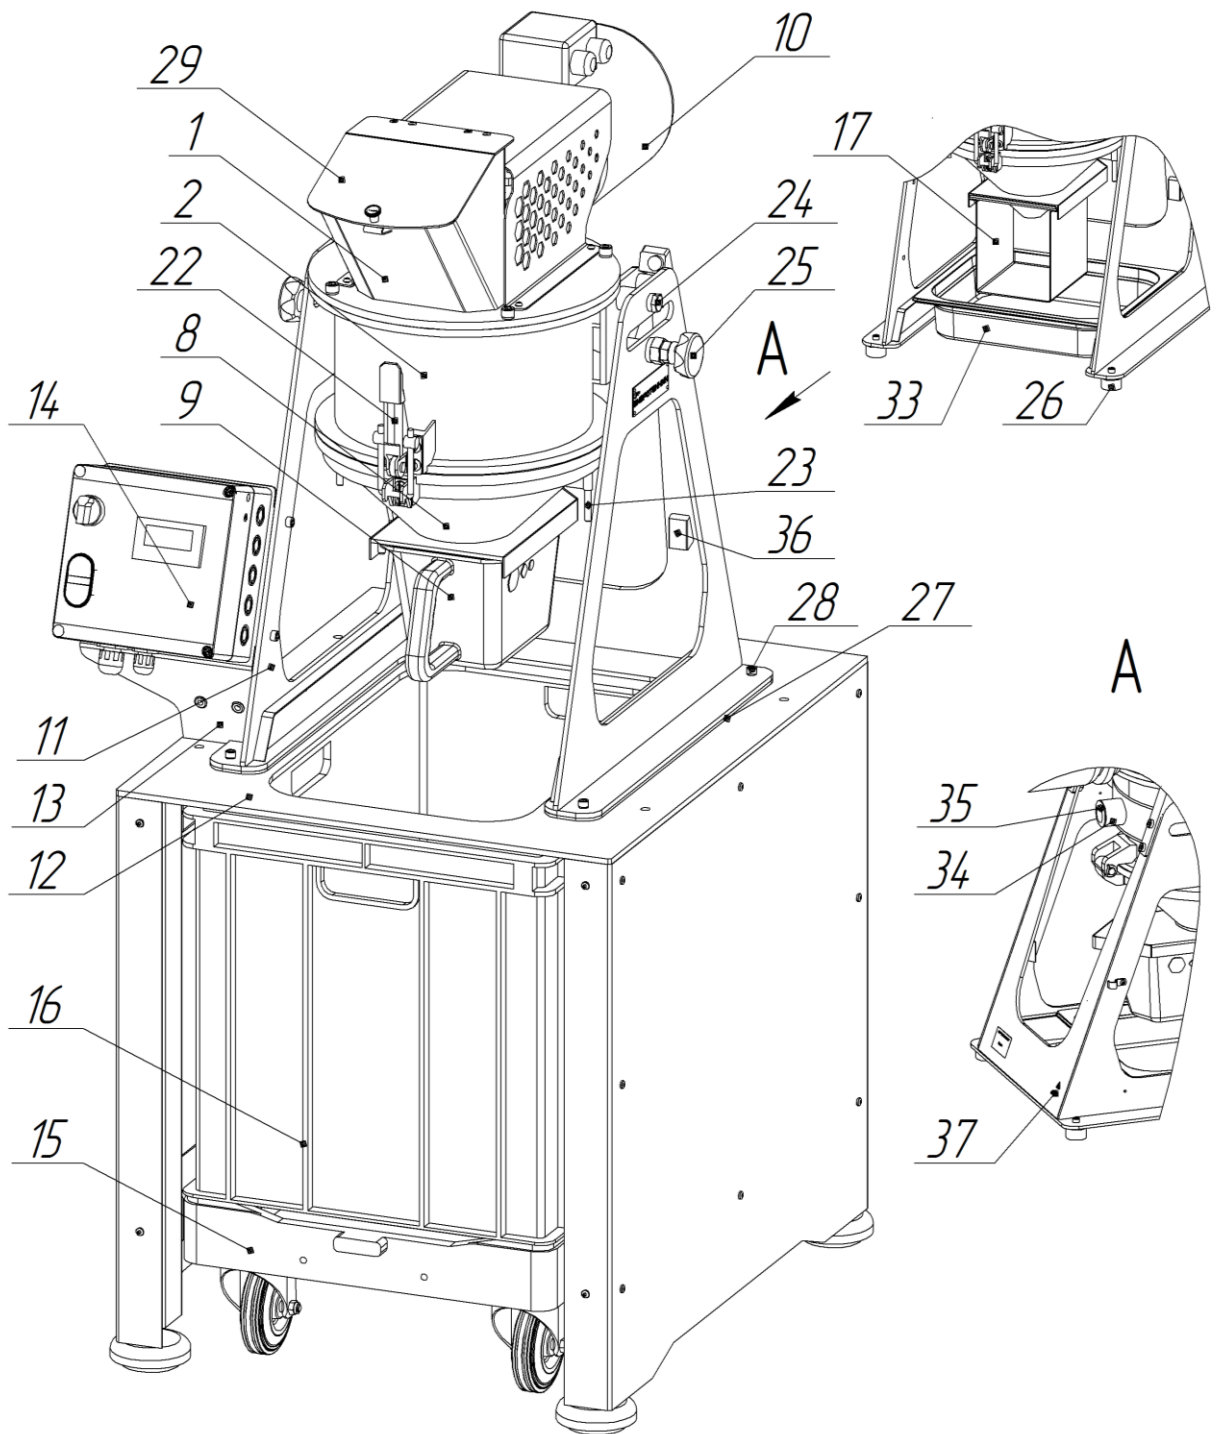

Рис. 1. Истиратель ИП 1. Общий вид
- придерживая корпус, замкнуть один из фиксаторов 25 (Рис. 1);
2.1.1 ВНИМАНИЕ! Истиратель имеет класс защиты 01. При работе обязательным является заземление Истирателя через клемму защитного заземления 37 (Рис. 1).